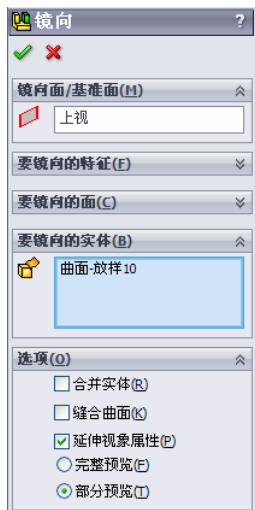
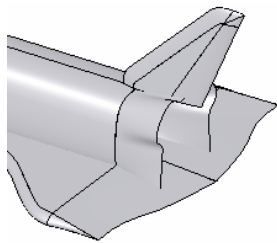

图 8-82 “镜像”属性管理器
图 8-83 镜像曲面实体后的图形
⑥ 镜像曲面实体。选择菜单栏中的“插入”→“阵列/镜像”→“镜像”命令，或者单击“特征”工具栏中的“镜像”图标按钮，此时系统弹出如图 8-82 所示的“镜像”属性管理器。在“镜像面/基准面”一栏中，用鼠标选择“FeatureManager 设计树”中的“上视基准面”；在“要镜像的实体”一栏中，用鼠标选择“FeatureManager 设计树”中的“曲面-放样 13”，即上一步放样曲面的实体。单击属性管理器中的“确定”图标按钮，完成镜像曲面实体。结果如图 8-83 所示。